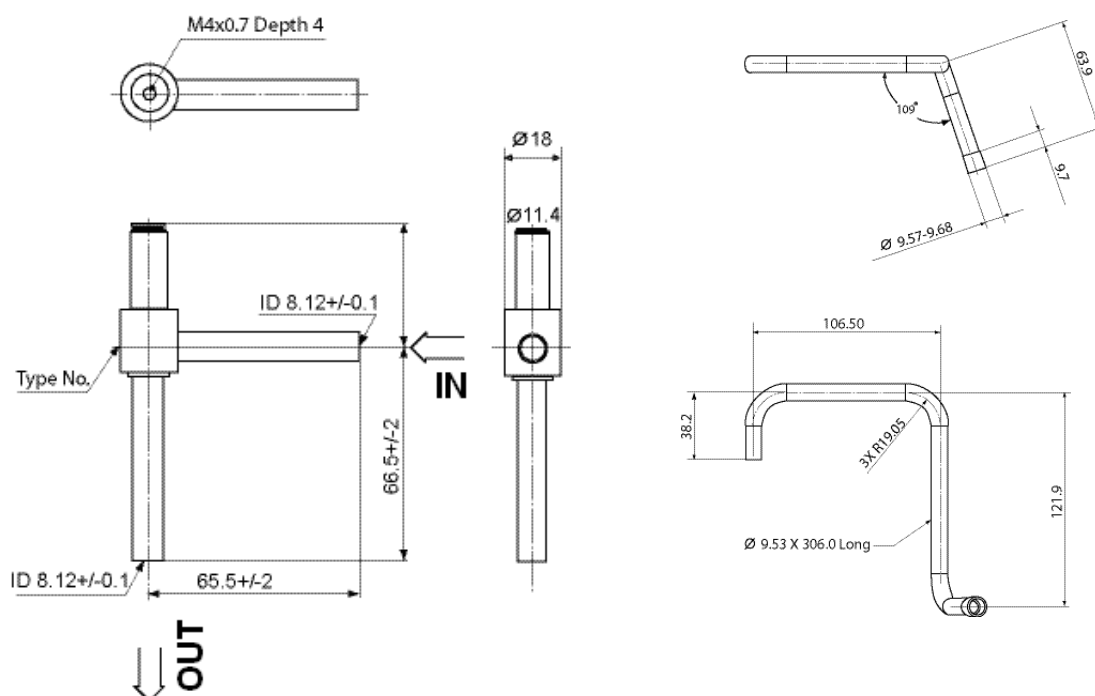

Рис. 13: Электромагнитный клапан без катушки Рис. 14: Трубная обвязка электромагнитного клапана
- Правильное расположение входа и выхода газа показано на рис. 13 и 14.
Труба от электромагнитного клапана к всасывающему трубопроводу (обозначена буквой А на Рис. 12) должна быть не длиннее 7.5 сантиметров. Типовые размеры труб от крышки компрессора к электромагнитному клапану показаны на Рис. 13 и 14.